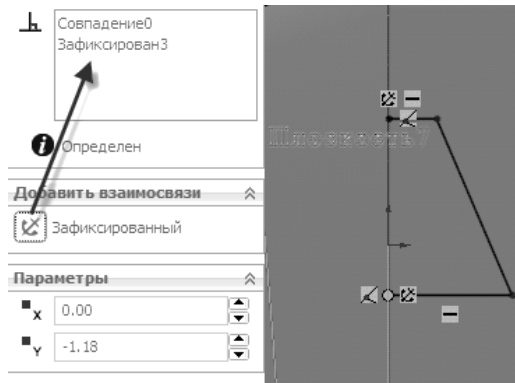

Рисунок 4.15
25. На панелі інструментів «Ескиз» → оберіть **Ескиз** → **Линия** → накресліть ескіз, як показано на рис. 4.15 → в PropertyManager у вікні **Параметры** виставте довжину = 1 мм, кут = 180° → ОК → після того, як ескіз був створений, оберіть верхню точку (рис. 4.15) → в PropertyManager у вікні **Параметры** введіть такі параметри X = 0, Y = 3, у вікні **Существующие взаимосвязи** автоматично відображено збіги, вручну додаємо взаємозв’язок **Зафиксированный** → ОК.